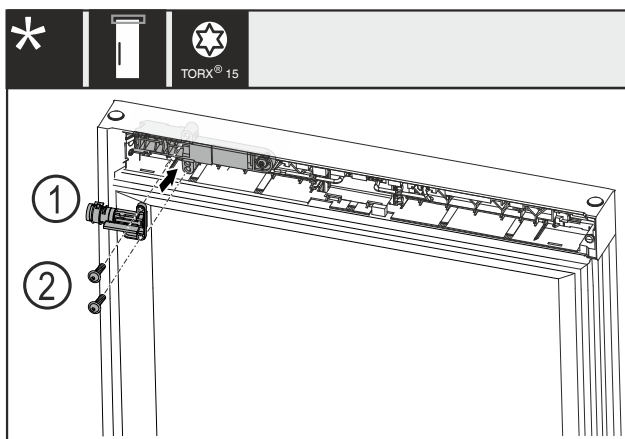

Fig. 23
- Mechanisches Schloss Fig. 23 (1) um 180° drehen und auf Gegenseite montieren.
- Mechanisches Schloss Fig. 23 (1) mit Schrauben Fig. 23 (2) befestigen.